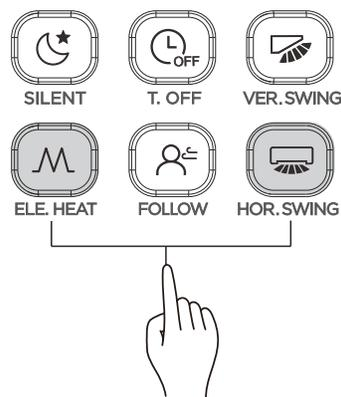

Figura 27
1. Pressione  e  ao mesmo tempo para bloquear o botão (consulte a Figura 27) e a tela exibirá o ícone de bloqueio ;